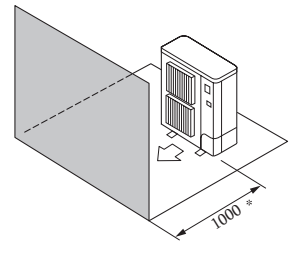

Fig. 2-6
- ④ Խոչընդոտներ առջևում (Fig. 2-6)